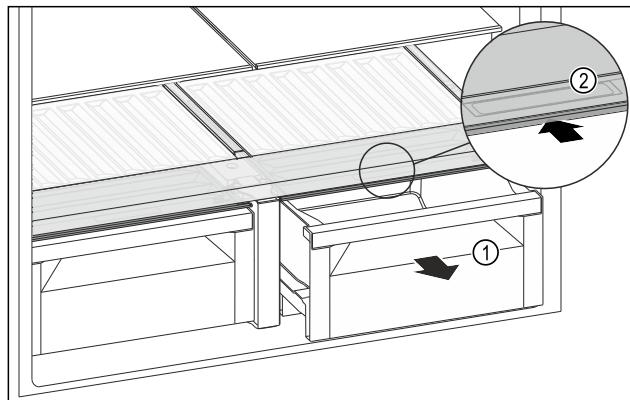

Fig. 139
- Schubfach Fig. 139 (1) herausziehen.
- Griffmulde Fig. 139 (2) am Fachdeckel anfassen und Fachdeckel gleichzeitig nach hinten schieben.